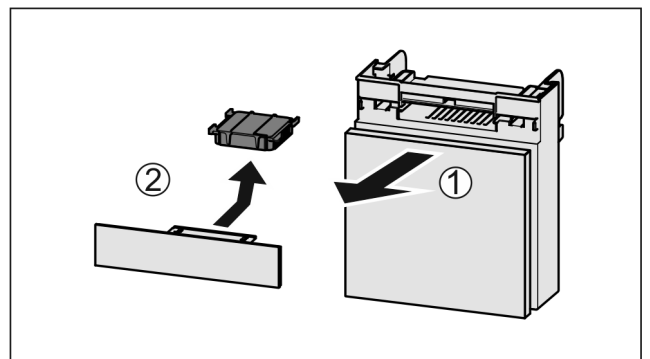

Fig. 86
- ▶ Extraire le compartiment par l'avant Fig. 86 (1).
- ▶ Sortir le filtre à charbon actif Fig. 86 (2).